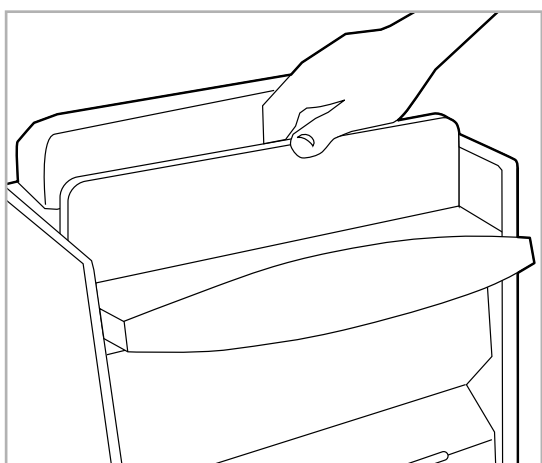

Bild 3.7
5) Bakgrundsstenen monteras på plats (se bild 3.7).